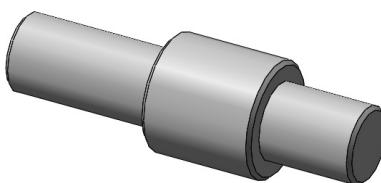
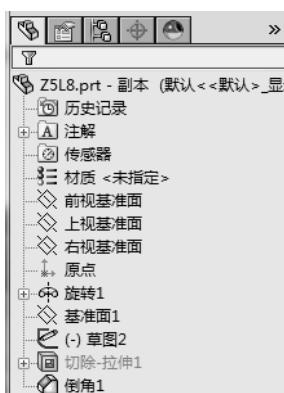

图 5-38 切除-拉伸 1 特征被压缩后的零件实体模型
图 5-39 压缩后特征显示为灰色
- [3] 单击【编辑】/【压缩】/【此配置】，切除-拉伸 1 特征被压缩后的零件实体模型如图 5-38 所示。压缩后特征在 FeatureManager 中显示为灰色，如图 5-39 所示。